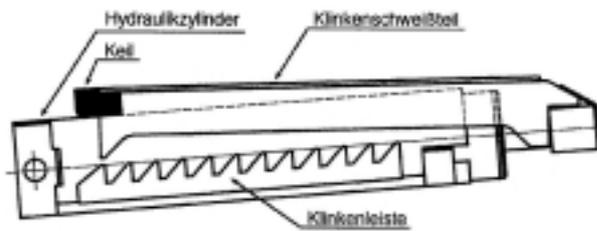

Bild 13: Keil in dieser Position entnehmen.
- Der Gegenstand zwischen den Zylindern und Klinken ist zu entnehmen. (Bild 13)